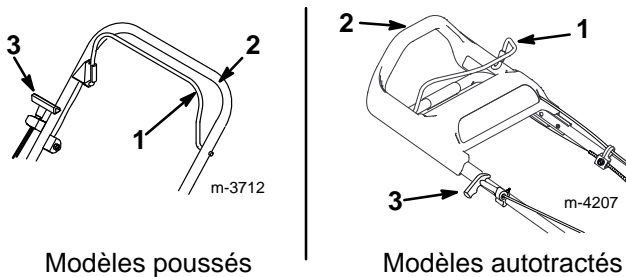

Figure 11
2. Serrer la barre de commande de lame contre le mancheron (Fig. 11).
- **Démarrage manuel :** Tirer lentement la poignée du lanceur jusqu'à ce qu'on sente une résistance, puis la tirer vigoureusement (Fig. 11). Laisser la poignée revenir lentement vers le mancheron.